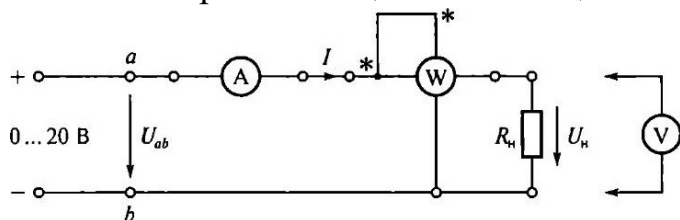

Рис. 1.1. Схема ЭЦ для проверки основных параметров электроизмерительных приборов
3.2. Собрать ЭЦ в соответствии с рис. 1.1. В качестве нагрузки использовать резистор R1 платы № (см. рис. П. 1 приложения) стендовой панели. Подключить ЭЦ к регулируемому источнику постоянного напряжения 0 ... 20 В (см. рис. П.3 приложения).